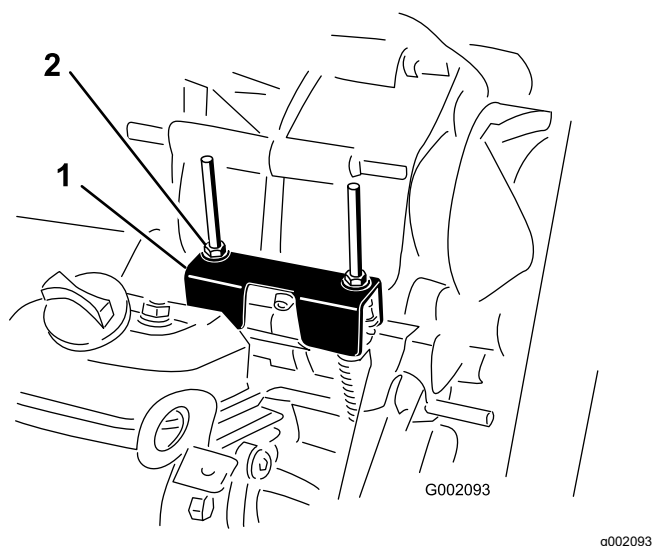

Figura 61
Para realizar operaciones de mantenimiento de rutina y/o diagnósticos del motor, debe ponerse el transeje en PUNTO MUERTO (**Figura 61**). El selector de marchas de la máquina dispone de una posición de PUNTO MUERTO, que controla el punto muerto del transeje. Deben tomarse las siguientes medidas para asegurarse de que la palanca de cambios acciona correctamente el punto muerto del transeje:
2. Asegúrese de que la pletina de punto muerto está en posición de PUNTO MUERTO (nivelada respecto al soporte de montaje del cable situado debajo del soporte del cambio de marchas) girando el embrague arrastrado (**Figura 61**).
3. Gire una de las contratueras (Figura 61) para obtener un espacio de 0,762 a 1,524 mm entre la parte inferior de la tuerca/arandela y la pletina de punto muerto.